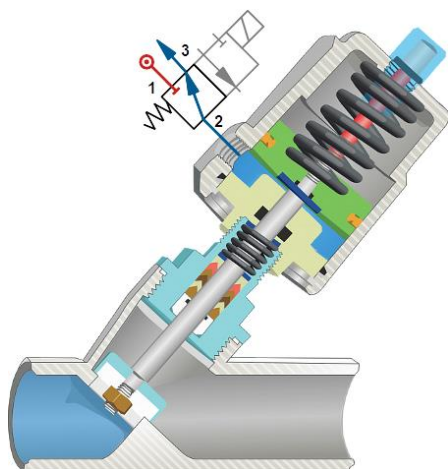
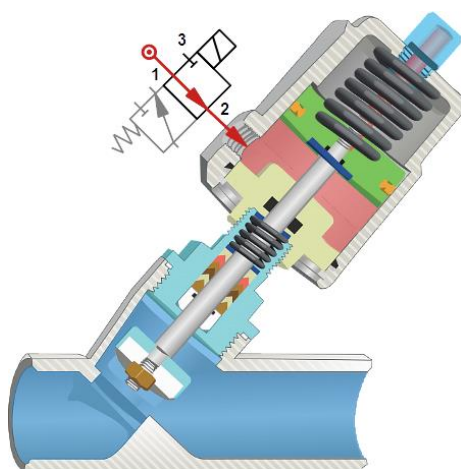
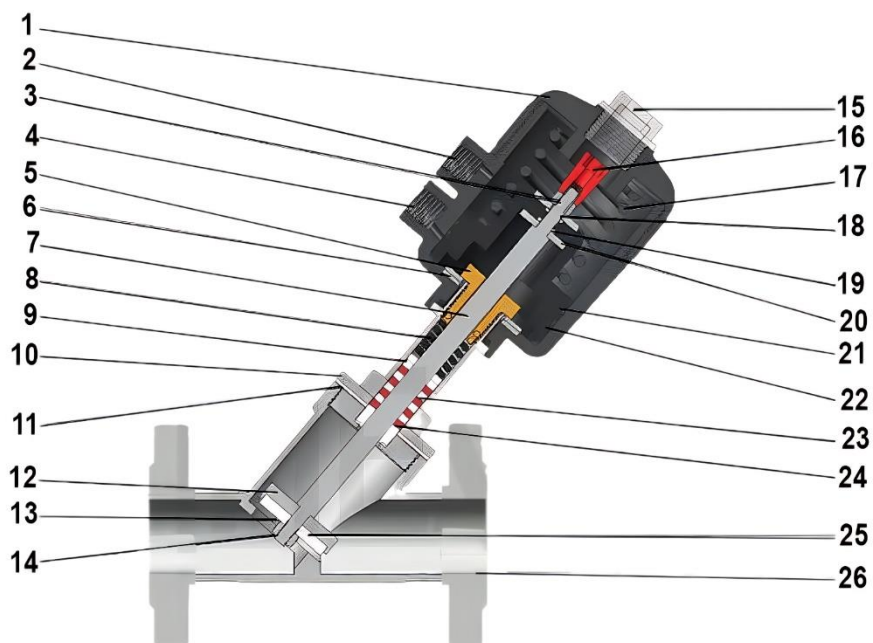
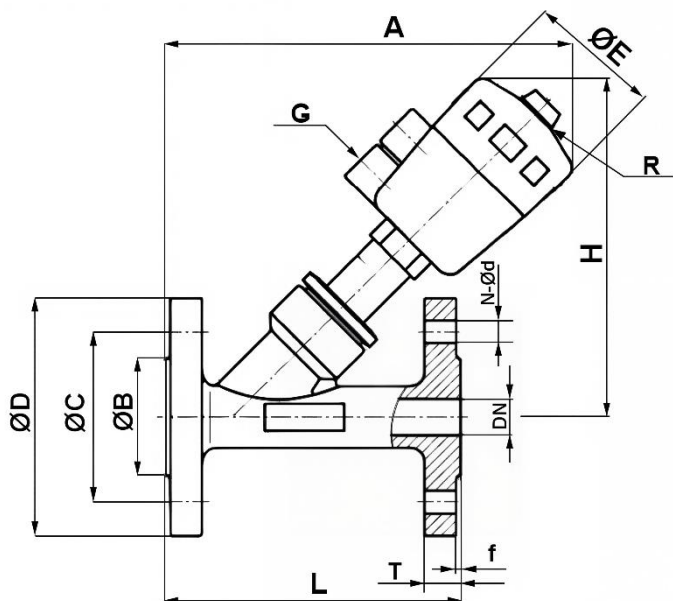

Рисунок 1 - Клапан в закрытом состоянии
Рисунок 2 - Клапан в открытом состоянии
Рисунок 3 - Деталировка
Рисунок 4 - Размеры
1.3. Принцип работы (для ознакомления). Срабатывание клапана происходит за счёт давления сжатого воздуха, подаваемого в пневмопривод, а возврат в исходное положение — за счет силы упругой деформации пружины, сжимающейся при срабатывании клапана. Клапаны с пневмоприводом одностороннего действия нормально закрытые (НЗ). Это обозначает что в исходном состоянии (см. рисунок 1) клапан закрыт и не пропускает рабочую среду. Для открытия клапана необходимо подать сжатый воздух в воздушный порт 1 (см. рисунок 3) пневмопривода клапана. Это приводит к перемещению поршня вместе с прикрепленными к нему штоком и диском. В результате клапан открывается и пропускает рабочую среду от входа к выходу (см. рисунок 2). Для возврата в исходное состояние достаточно сбросить воздух из пневмопривода в атмосферу.
5.13. В верхней части пневмопривода клапана имеется внутреннее резьбовое отверстие (рис.4, поз. R) с установленным съемным индикатором положения (рис. 3, поз. 15). Вместо индикатора возможна установка дополнительных аксессуаров (например - пневмопозиционера). Тип и размер резьбы указаны в таблице 3.